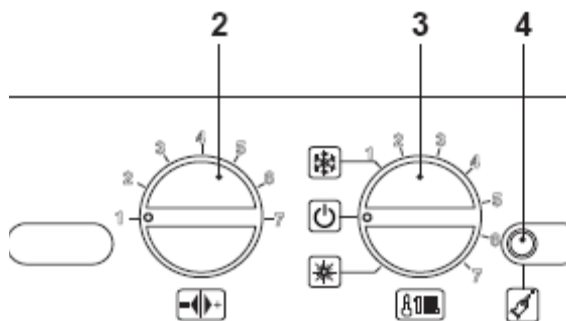

рис. 5.43
• Чтобы выйти из программирования, установите переключатель функций/ручку регулирования температуры 3 как показано на рис. 5.43.